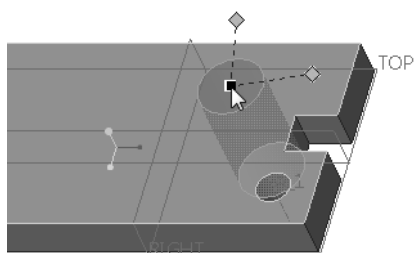

图 6-16 指定放置参考
- 6) 在图 6-16 所示的实体面上单击, 以指定孔特征的放置参考。默认的放置类型选项为“线性”。